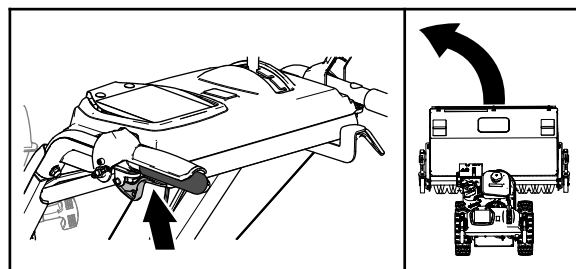

Figure 16
- Pour tourner à gauche, serrez le levier de commande de déplacement et le levier de débrayage de la roue gauche (Figure 16).